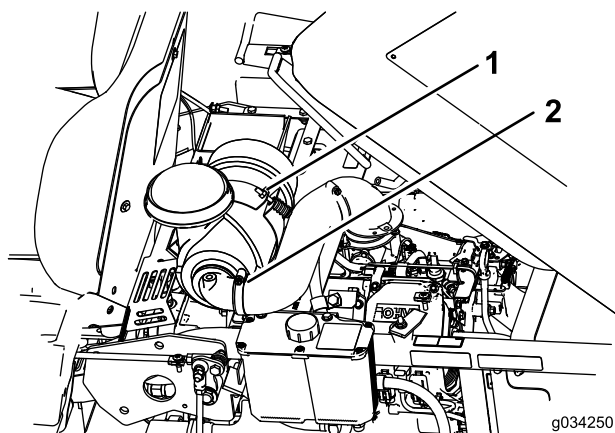

Рисунок 32
2. Ослабьте болт, удерживающий воздухоочиститель (Рисунок 32).
3. Ослабьте затяжку шлангового хомута и снимите воздухоочиститель (Рисунок 32).